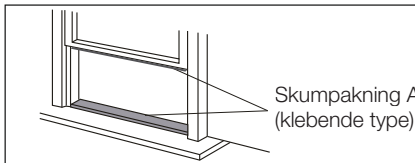

Fig. 12
1. Skjær skumpakningene (type med lim) til passende lengder, og fest dem til vindu og karm (Fig. 12).